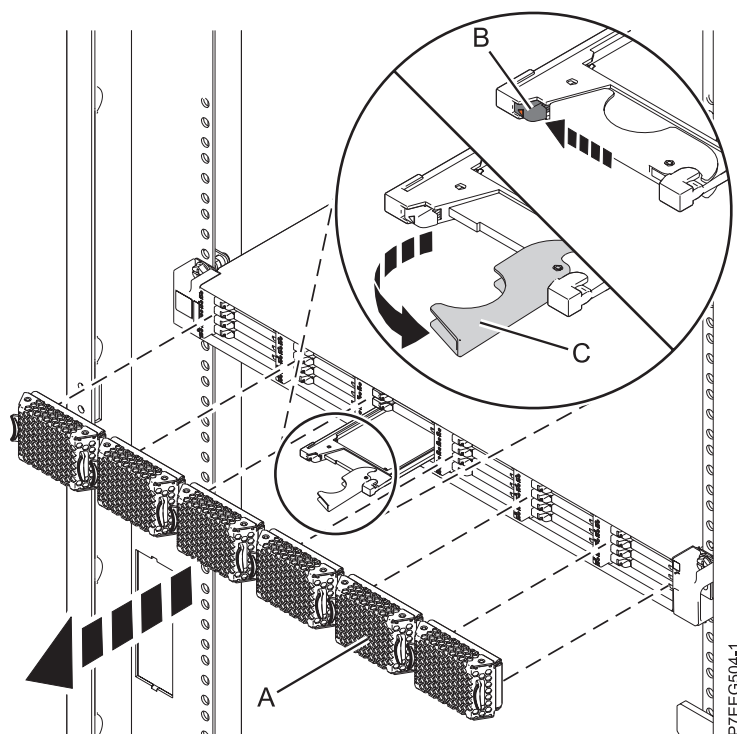

Figura 22. Extracció de la unitat d'estat sòlid des de Allotjament d'emmagatzematge EDR1 PCIe
4. Aixequeu la tapa bisellada (A) que cobreix la ranura que conté la unitat d'estat sòlid.
5. Quan el LED d'identificació d'unitat d'estat sòlid es torni sòlid, desplaceu el pestell d'alliberació (B) amb compte per tal de desbloquejar la nansa de la unitat. Consulteu Figura 22.
6. Agafeu la nansa (C) i feu sortir parcialment la unitat de la ranura.